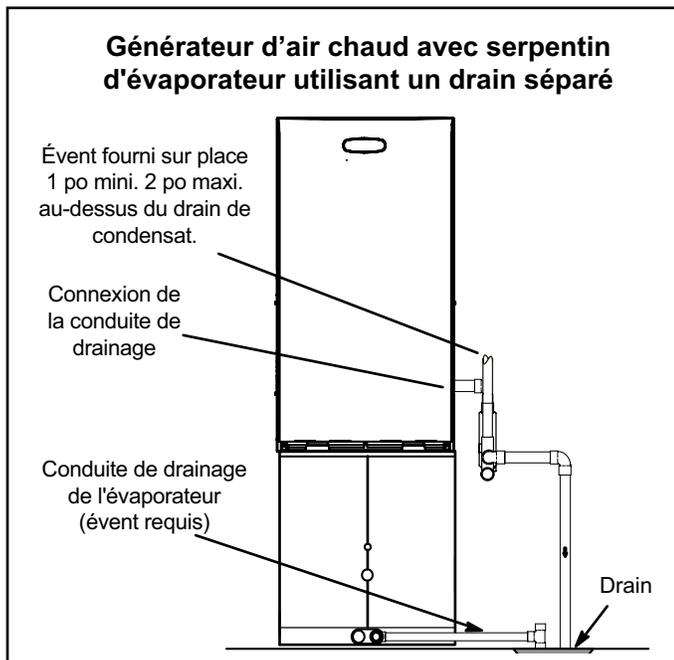
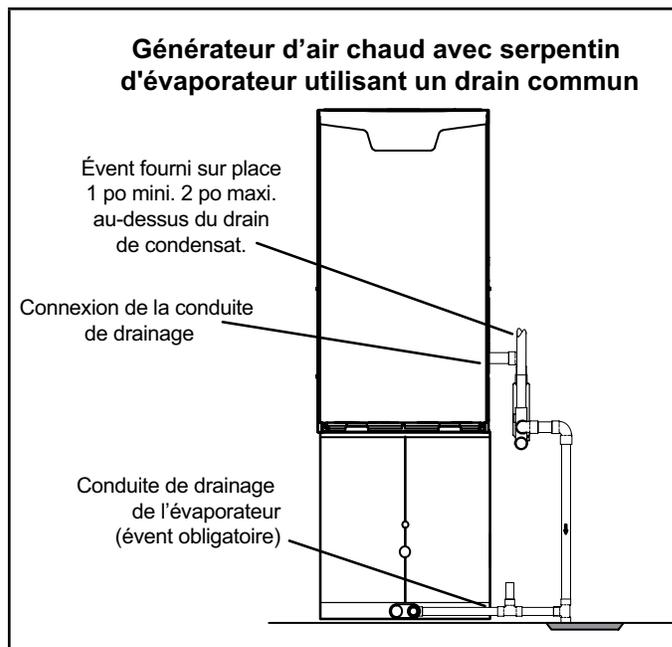

FIGURE 45
FIGURE 46
- 5 - La FIGURE 45 montre l'appareil et le serpentin d'évaporateur utilisant un drain séparé. Si nécessaire, la conduite de condensat de l'appareil et celle du serpentin d'évaporateur peuvent s'écouler ensemble. Reportez-vous à la FIGURE 46. L'évacuation fournie sur place doit avoir une longueur comprise entre 1 po minimum et 2 po maximum au-dessus du raccord de sortie du drain de condensat.